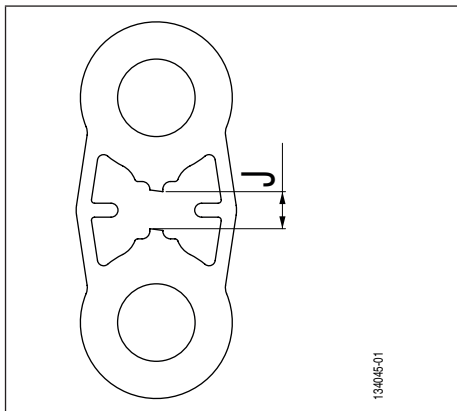
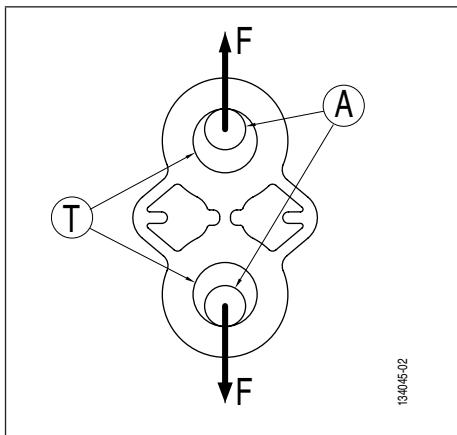
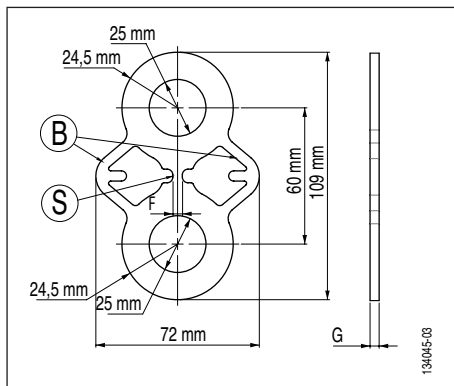

Fig. 1
Fig. 2
Fig. 3
La carga de prueba es alcanzada por la rotura de la sección central de la placa (Fig. 3, página 37, ítem S). Un par de brazos de retención (Fig. 3, página 37, ítem B) permite garantizar el mantenimiento de la línea de puesta en carga después de la rotura de la sección indicadora ‘S’.
Se ha desarrollado una gama completa de las placas de prueba TA con el fin de probar en tracción los puntos de anclaje. Los agujeros de enganche (Fig. 2, ítem T) de las placas están diseñados para recibir grilletes lira de alta resistencia. Las diferentes referencias de placas de prueba TA son realizadas en acero inoxidable del mismo grado para garantizar la rotura de la sección (Fig. 3, página 37, ítem S) con una precisión de +/- 10% con respecto a la carga de rotura CR indicada en la placa (capítulo 11. *Marcas*). Los brazos de retención (Fig. 3, página 37, ítem B) están dimensionados para garantizar una resistencia mecánica de por lo menos la carga de rotura CR indicada en la placa.
- Puesta en carga de la placa TA (Fig. 2).
- A la carga de rotura CR indicada en la placa (capítulo 11. *Marcas*) rotura de la sección S (Fig. 3, página 37, ítem S).
- Alargamiento de la placa y aparición de un juego ‘J’ entre las dos semipartes alta y baja de la placa de prueba TA (Fig. 1, juego J).
⚠ PELIGRO: Si el operador vuelve a cargar la placa después de la rotura de la sección 'S', hay riesgo de rotura de los brazos de retención (Fig. 3, página 37, ítem B) y caída del aparato de puesta en carga. El juego 'J' máximo (Fig. 1, juego J) no debe rebasar 15 mm.